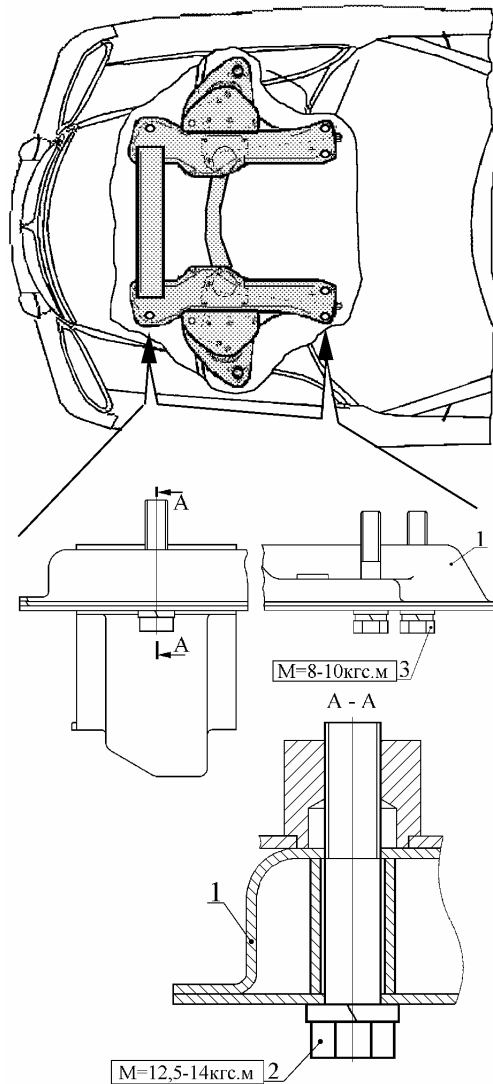

Рис.14. Снятие подрамника с автомобиля:
4.14. **Отсоединить подрамник 1** (рис. 14) в сборе с передней подвеской, штангой стабилизатора и рулевым механизмом, отвинтив и сняв два болта 3 с шайбами 4 пружинными крепления передней части подрамника к лонжеронам 2 рамы кузова, отвинтив и сняв четыре болта 5, с шайбами 6 плоскими и 7 пружинными крепления задней части подрамника к лонжеронам 2 рамы кузова